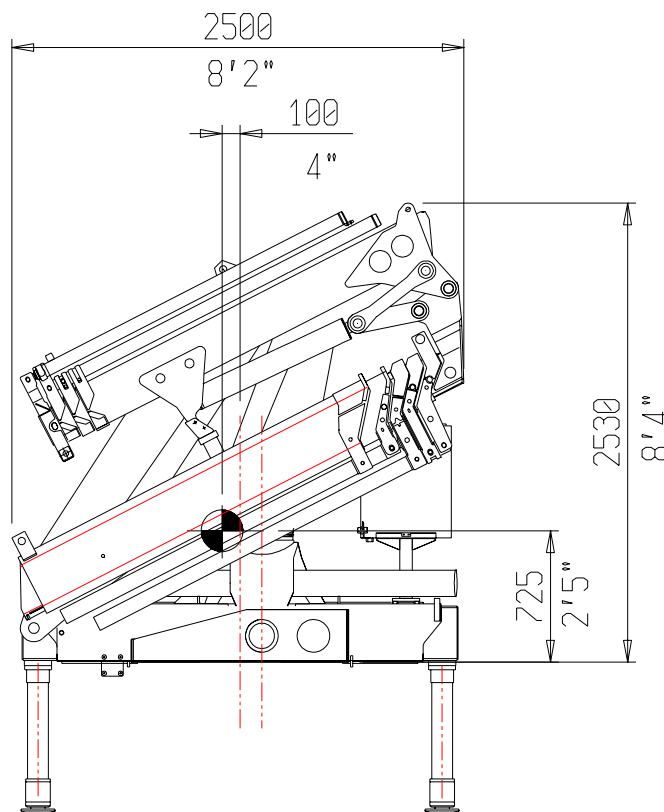

Fig.6-4
6.5 ANTENNA J52 PER 20023/24 (Fig. 6.4)
6.5 J52 JIB FOR PM 20023/24 (Fig. 6.4)
6.6 ANTENNA J53 PER 20023/24 (Fig. 6.4)
6.6 J53 JIB FOR PM 20023/24 (Fig. 6.4)